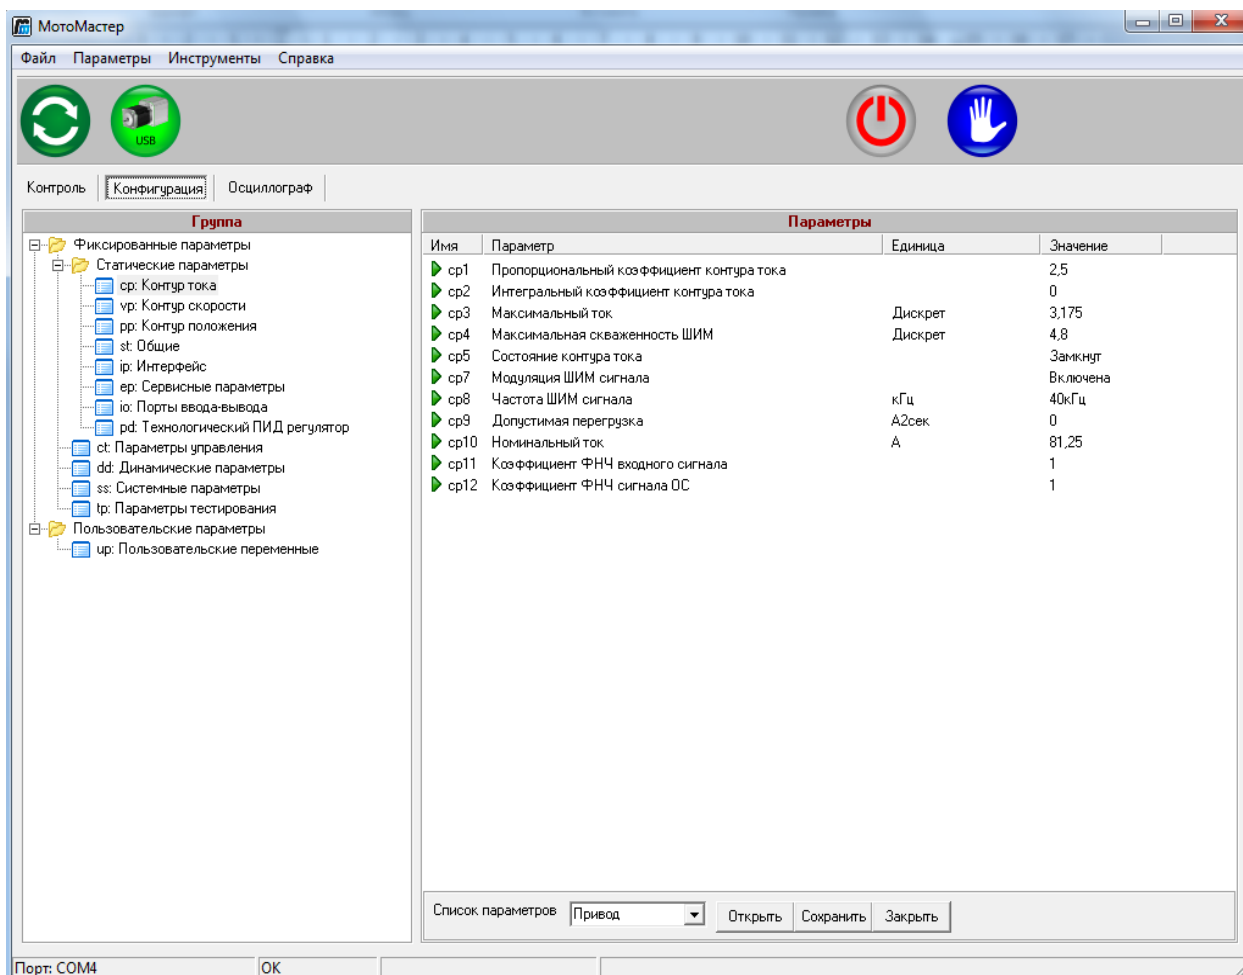

Рис. 1 Графический интерфейс программы MotoMaster©
3. Включите силовую часть сервопривода. Примерно через одну минуту после включения силовой части открывается графический интерфейс программы МотоМастер© для выбранного сервопривода (на рис. 1 открываются столбцы «группы», параметры» и т.д.).
- 5.1. В режиме «Конфигурация» графического интерфейса программы MotoMaster© (рис.1) перейти к вкладке «Статические параметры/Контур позиции».